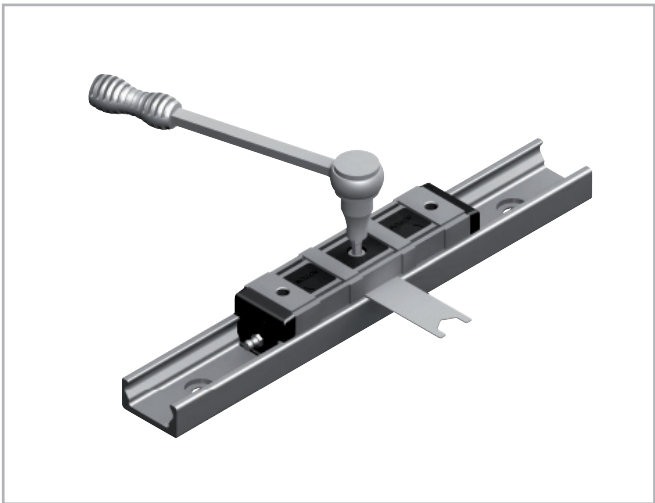

图. 97
- (1) 检查轨道是否干净清洁。
- (2) 把滑块插入滑轨中 (CSW和CDW应去除刮板插入)。
- (3)把滑块置于滑轨尾端。
- (4)对于U型滑轨必须有一个薄支撑 (例如, 设置键) 放到滑块的下方, 确保滑块和轨道保持水平。
- (5)在带有三角符号的并且是红色标记的螺栓头处插入平键 (N系列滑块), 或者是在滑块和滑轨中间的侧边圆形符号处插入平键 (CSW, CDW系列滑块)。
- (6)然后顺时针的旋转平键, 滚轮可以被调整预负载, 使滚轮靠着上轨道, 保持滑块不可动。避免预负载过大, 会导致增大磨损并且会减少寿命。
- (7)当保持这个正确的位置, 滚轮销可以被调节完毕, 然后小心的拧紧安装螺栓, 并且要求拧紧力矩随后要检查 (见图97和表42)。